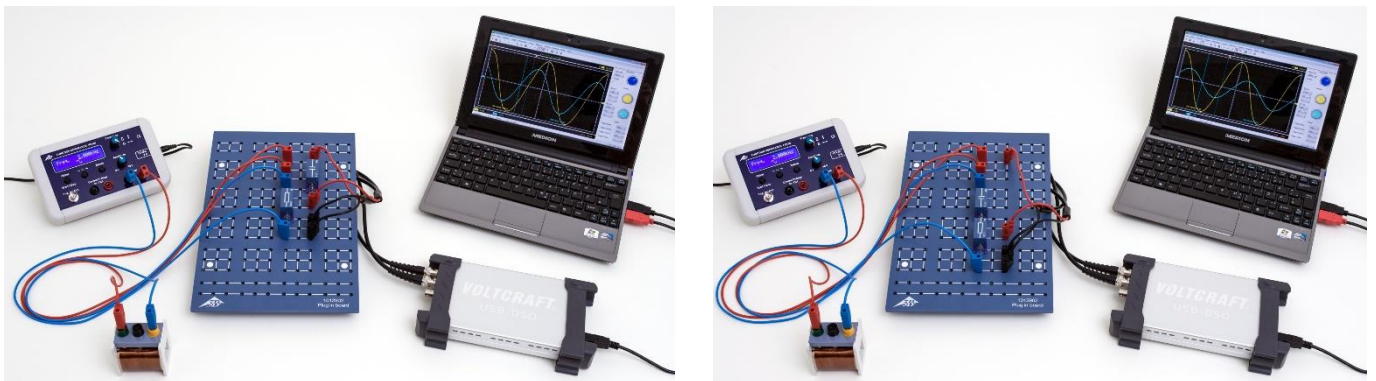

Fig. 1: Disposição de medição para ligação em série (esquerda) e para ligação em paralelo (direita).
- Montar a disposição de medição para a ligação em série (Fig. 1, à direita) conforme o diagrama de circuito (Fig. 2) com $R_m = 10 \Omega$, $C = 1 \mu F$ e a bobina com $N = 1200$ espiras / $L = 23,0$ mH.
- Montar a disposição de medição para a ligação em série (Fig. 1, à esquerda) conforme o diagrama de circuito (Fig. 3) com $R_m = 10\text{ }\Omega$, $C = 1\text{ }\mu\text{F}$ e a bobina com $N = 1200$ espiras / $L = 23,0\text{ mH}$.
- Montar a disposição de medição para a ligação em série (Fig. 1, à direita) conforme o diagrama de circuito (Fig. 2) com $R_m = 10\text{ }\Omega$, $C = 1\text{ }\mu\text{F}$ e a bobina com $N = 1200$ espiras / $L = 23,0\text{ mH}$.